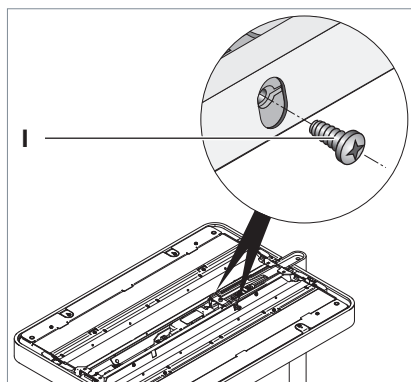

Fig. 6: Leuchtenkopf fixieren.
- Fixieren Sie den Leuchtenkopf, indem Sie die beiden Fixierschrauben **I** einschrauben und festdrehen, siehe Fig. 6. Der Leuchtenkopf ist um 90° drehbar.